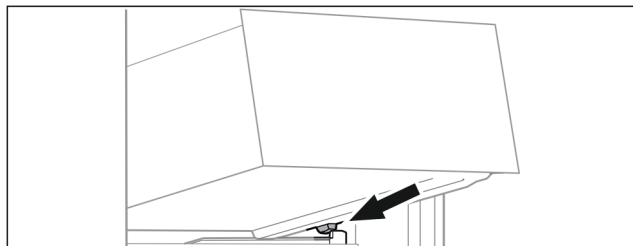

Fig. 72
- ▶ Helyezze a fiókot ferdén az ütközők mögé, a tartóbordára. (lásd Fig. 72)